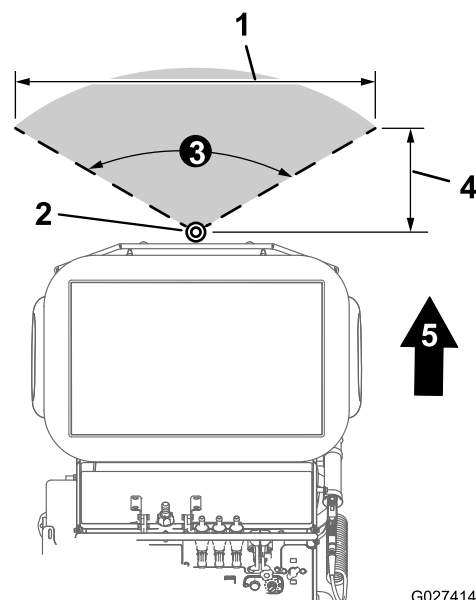

Figure 46
- L'angle de pulvérisation étroit (Figure 46) de la machine est **122 cm (48 po)**.